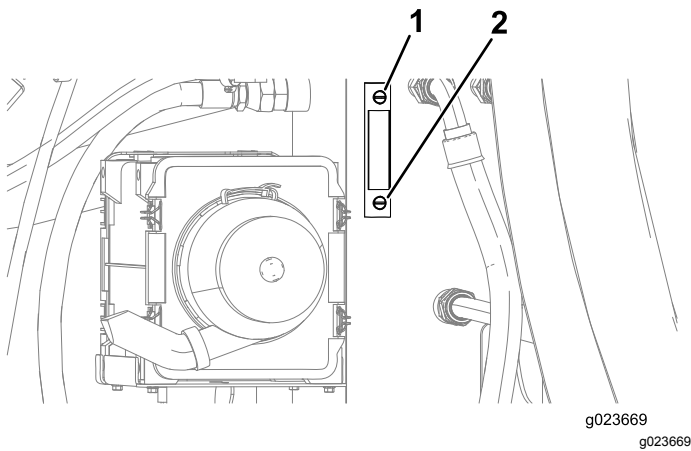
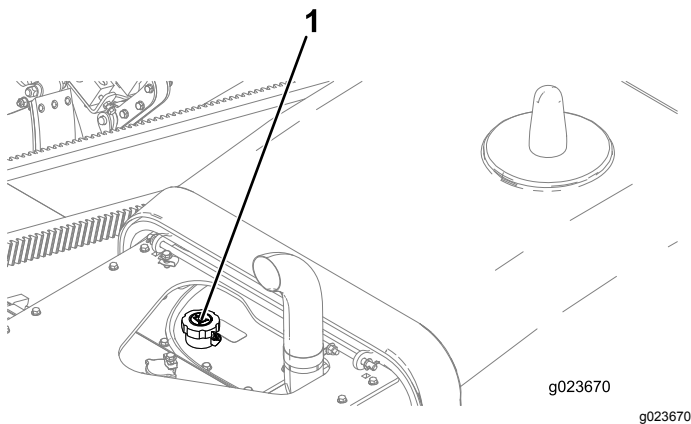

**Bild 119**
**Bild 120**
4. Lesen Sie im Schauglas am Hydraulikbehälter den Ölstand ab (Bild 119).
5. Wenn der Stand niedrig ist, nehmen Sie den Deckel des Hydraulikbehälters (Bild 120) ab und füllen Sie etwas Öl ein; warten Sie zwei Minuten, bis sich der Ölstand im Schauglas stabilisiert (Bild 119).